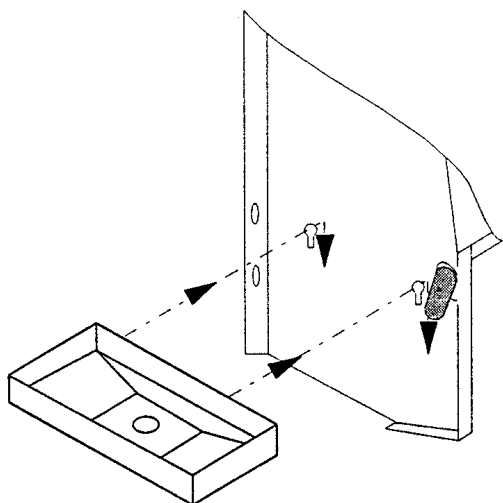

Рис.1
1. Закрепите дренажный поддон на боковой панели несущей конструкции с той же стороны, что и стандартное подключение к теплообменнику. См. Рис.1. Навесьте дренажный поддон на боковую панель.